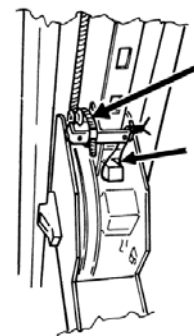

Fig.15
- Bevestig de vergrendelschuiven zodat ze niet terug kunnen schuiven (Fig.15).
Voor de smering van de hefbrug raden wij u de volgende smeerproducten aan (Fig.15):